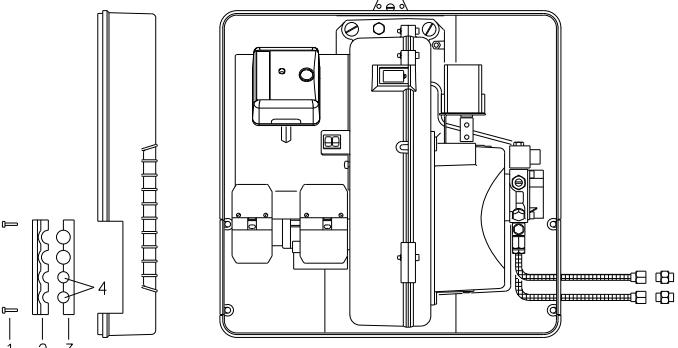

Fig. 17
- svitare le viti 1)(Fig. 17), aprire la piastrina nelle parti 2)-3) ed asportare il sottile diaframma che chiude i due fori 4).